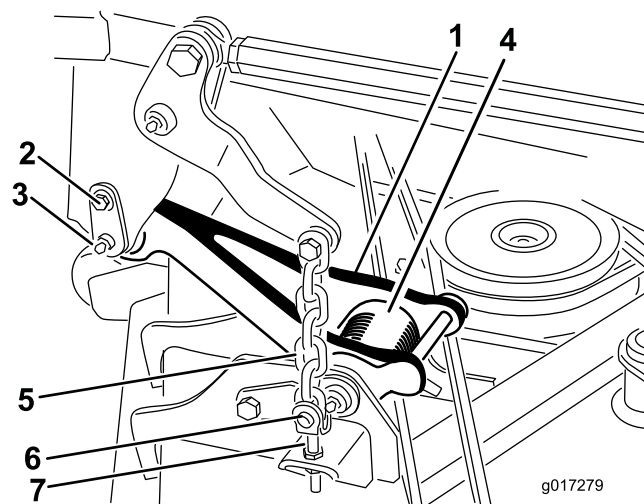

Bild 1
Hinweis: Wenn das Mähwerk angehoben ist, ist die Spannung der Zuglenkerdrehfeder (Bild 1) verringert; dies erleichtert das Abschießen der Zuglenker von der Maschine.
2. Schließen Sie den Zuglenker an jeder Seite der Maschine ab (Bild 1).
- A. Entfernen Sie die Ansatzschraube, mit denen der Befestigungsstift am Trägerrahmen befestigt ist (Bild 1).
- B. Schieben Sie den Befestigungsstift vorsichtig vom Trägerrahmen und Zuglenker (Bild 1).
5. Entfernen Sie die Schrauben und Muttern, mit denen die vier Hubketten an den Hubarmen am Mähwerk befestigt sind (Bild 1).